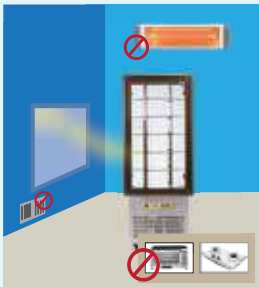

Abb. 1
- Stellen Sie das Gerät nicht an einen Platz mit direkter Sonneneinstrahlung, neben Öfen, Heizungen, Herde, Heizstrahler und Infrarot-Strahler auf. Andernfalls führt dies zu Leistungsminderung, Störungen und Unbrauchbarkeit des Gerätes. (Abb. 1)